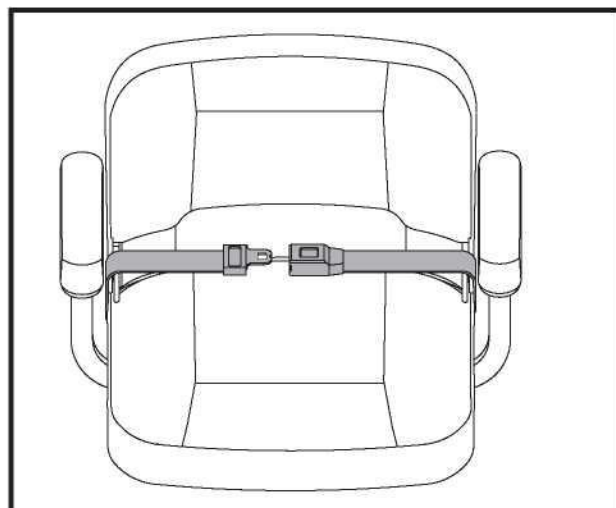

Figure 24. Ceinture de positionnement–De type attache in métal
1. Insérez l'onglet de la ceinture côté droit dans la boucle de ceinture côté gauche jusqu'à ce que vous entendiez le "clic". **Voir la figure 24.**